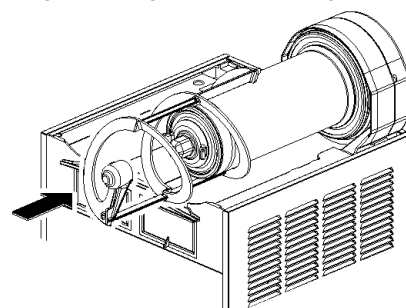

figura 14
- 6 Calzare la spirale esterna sull'evaporatore accoppiandone l'estremità anteriore all'albero del rotore magnetico esterno entrambi con sagoma esagonale (vedere figura 14).